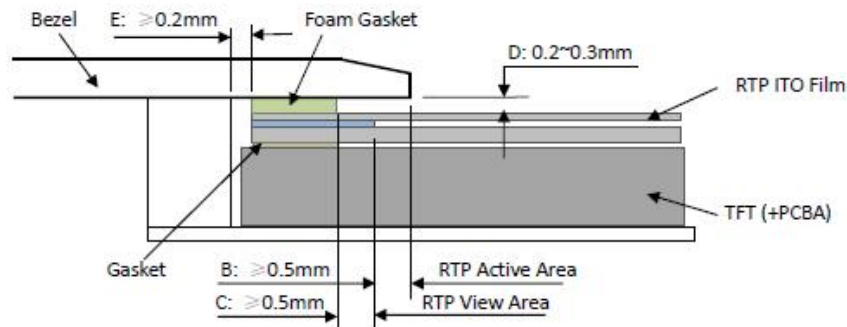

Figure 4
- It should bezel touching the RTP Active Area (A.A.) to prevent abnormal touch. It should left gap  $D=0.2\sim0.3\text{mm}$  in between. (Figure 4)
It is suggested to protect those areas with gasket (between the bezel and RTP). The suggested figures are  $B\geq 0.50\text{mm}$ ;  $C\geq 0.50\text{mm}$ . (Figure 4)
- The bezel side wall should keep space  $E=0.2\sim0.3\text{mm}$  from the RTP. (Figure 4)
- 为避免面框直接压在动作区 (A. A.) 上造成误动作，面框与电阻触摸屏 (RTP) 之间应留有一定的空隙  $D=0.2\sim0.3\text{mm}$  之间。（附图 4）
- 设计面框时，要注意用面框保护触摸屏四周的非保证操作区域，因为布线区域在此处形成一台阶，在此区域附近操作时 ITO Film 变形较大，容易导致 ITO 损坏而降低寿命。为保护 RTP 和避免误操作，在 RTP 与面框之间垫缓冲物（Gasket），我们建议设计面框应覆盖动作区的边缘，面框边缘到 V. A. 区的距离  $B\geq 0.50\text{mm}$ ；垫圈内边缘到 V. A. 区的距离  $C\geq 0.50\text{mm}$ 。（附图 4）
- 在设计面框与 RTP 组装时，应考虑到面框内侧与 RTP 外侧的间距  $E\geq 0.2\text{mm}$ 。（附图 4）